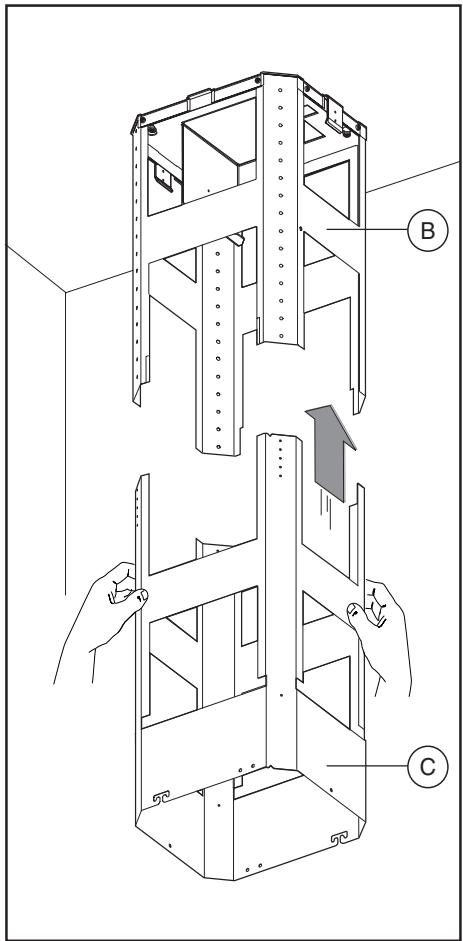
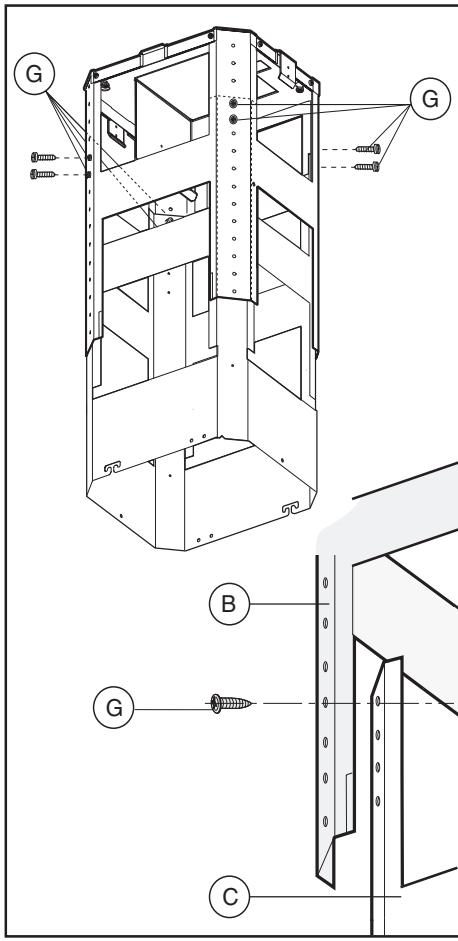

Fig.5
Fig.6
- Prendre la partie inférieure de la structure télescopique **C** et l'insérer sur la partie supérieure **B** (fig.5). Régler la hauteur désirée en se référant aux cotes indiquées dans la (fig.15) et la bloquer au moyen des 8 vis **G** fournies avec l'appareil (fig.6).